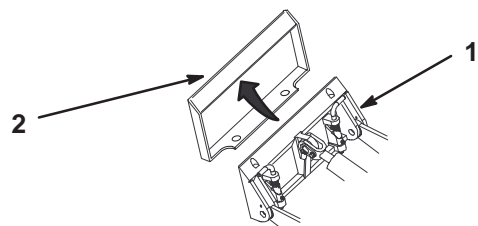

Figure 17
4. Placez la plaque de montage dans le bord supérieur de la plaque d'accrochage de l'accessoire (Fig. 17).